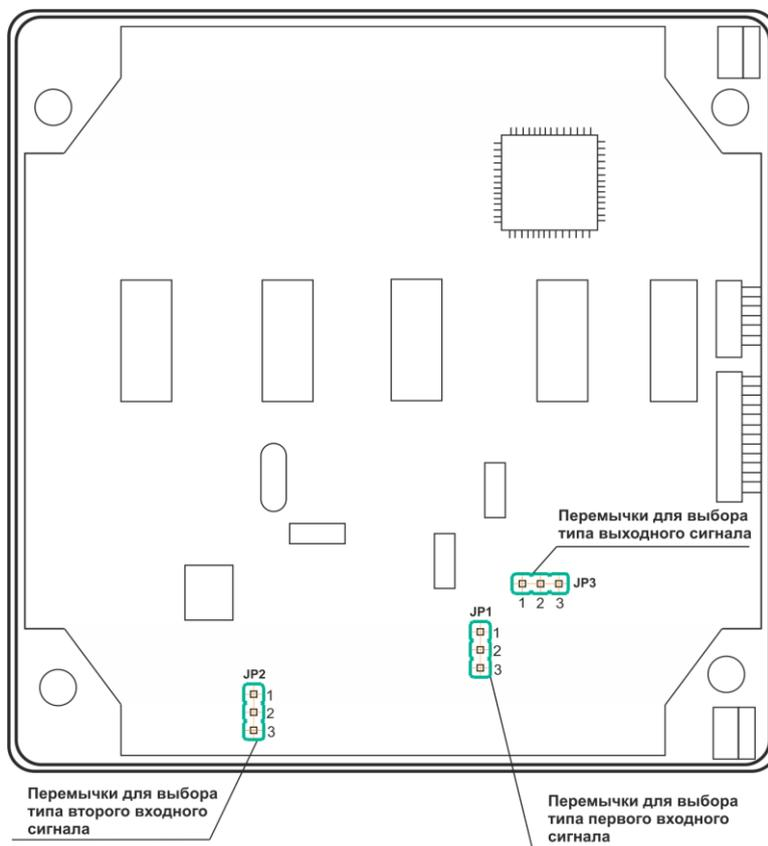

Рисунок 5.1 – Положение переключек на процессорной плате (корпус индикатора открыт)
2) переключки на процессорной плате (см. рисунок 5.1)
Перед началом калибровки аналогового выхода необходимо привести в соответствующее положение переключки на процессорной плате регулятора (см. рис. 5.1). Типы выходных сигналов и положение переключки приведены в таблице 5.3.